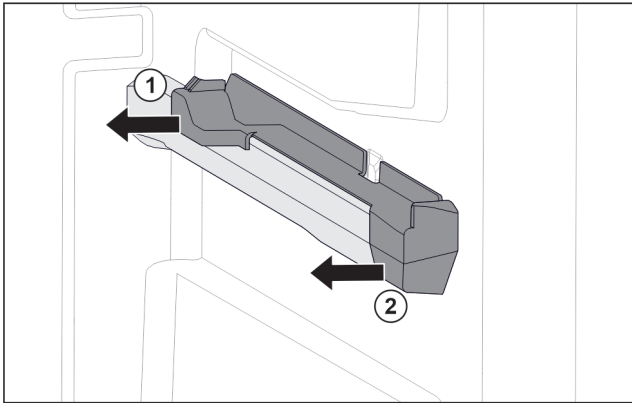

Fig. 146 Påsettsingsdel på høyre beholderribbe
- ▶ Trekk av påsettsingsdel bak til siden. Fig. 146 (1)
- ▶ Trekk av påsettsingsdel foran til siden. Fig. 146 (2)